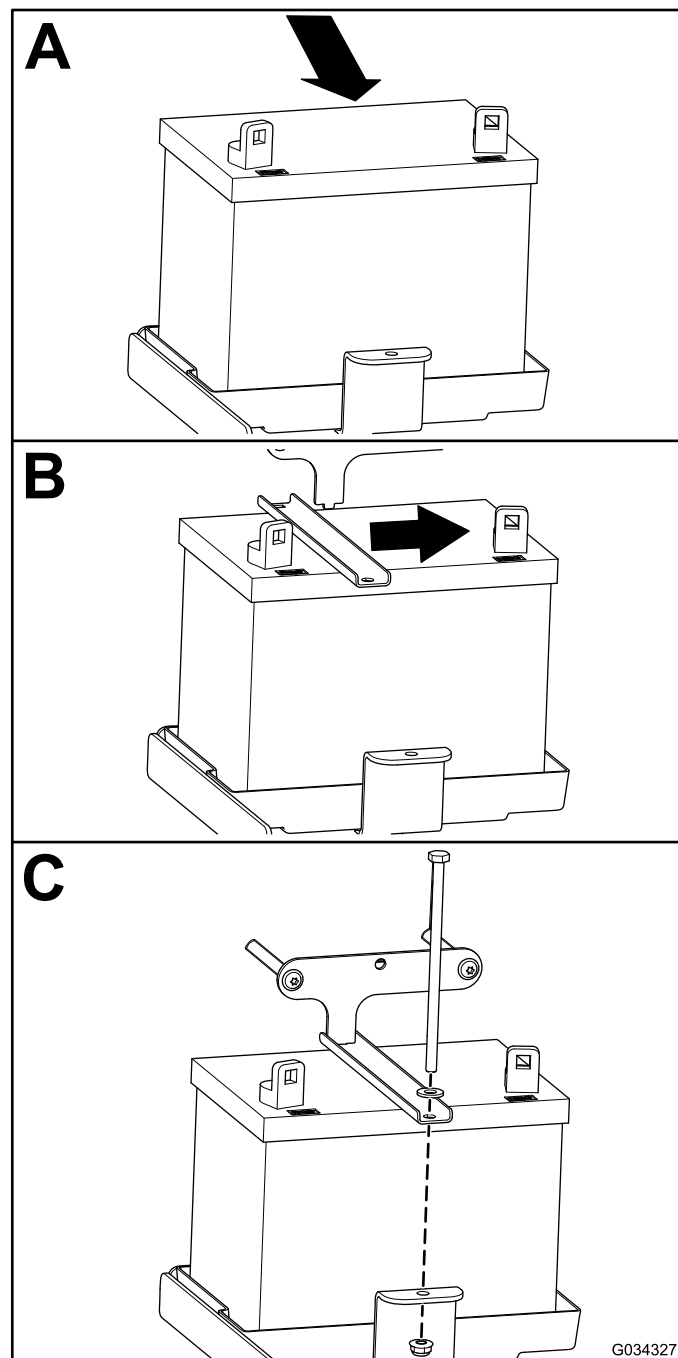

Figura 47
1. Instale la batería, tal y como se muestra en Figura 47.